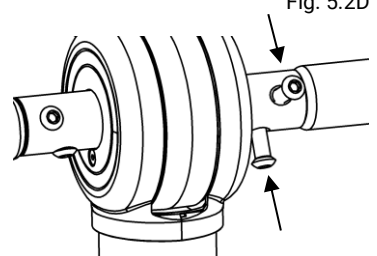

Fig. 5.2E
4. Montieren Sie die Schiebegriffe mit zwei Schrauben auf dem Mast (Fig 5.2E).